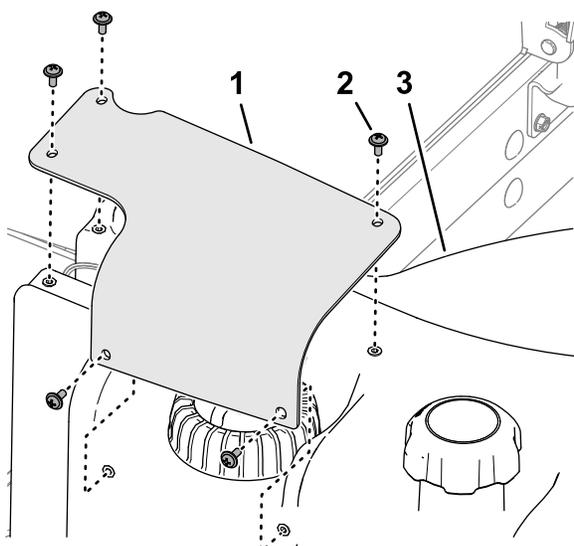

Figura 123
2. Rimuovete le 5 viti Phillips che fissano il coperchio del trasmettitore di livello carburante al serbatoio del carburante, quindi rimuovete il coperchio (Figura 123).